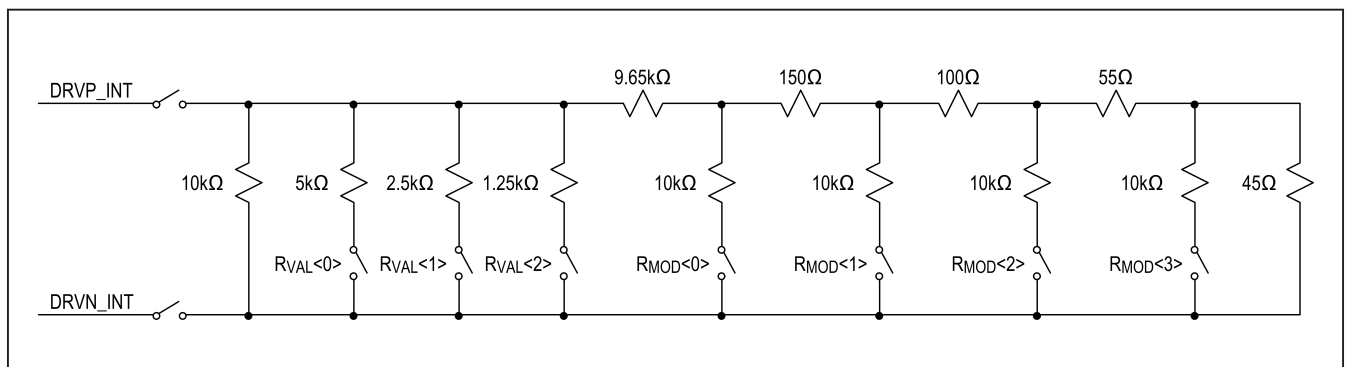

図 11. プログラマブル抵抗負荷の回路
DRVVP/DRVN 端子のプログラマブル抵抗負荷により、電流発生器 (CG) と BioZ チャンネル全体のセルフテストが可能です。実装の詳細については、図 11 を参照してください。